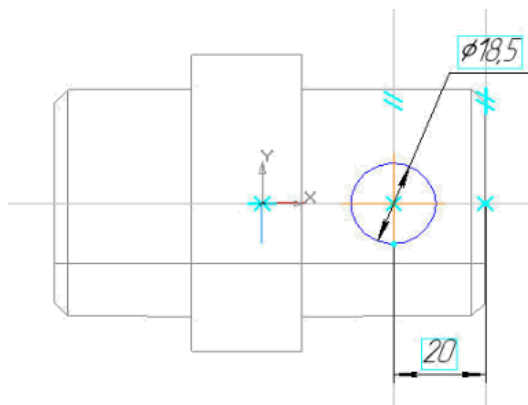

Рис. 2
20. Выполните построение по чертежу, используя команду *Окружность* (рис. 2).